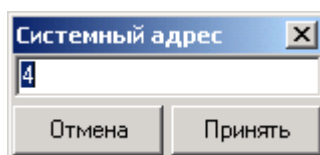

Рис. 10. Окно ввода системного адреса
3. в окне (рис. 10) ввести требуемый системный адрес и нажать кнопку **Принять**.